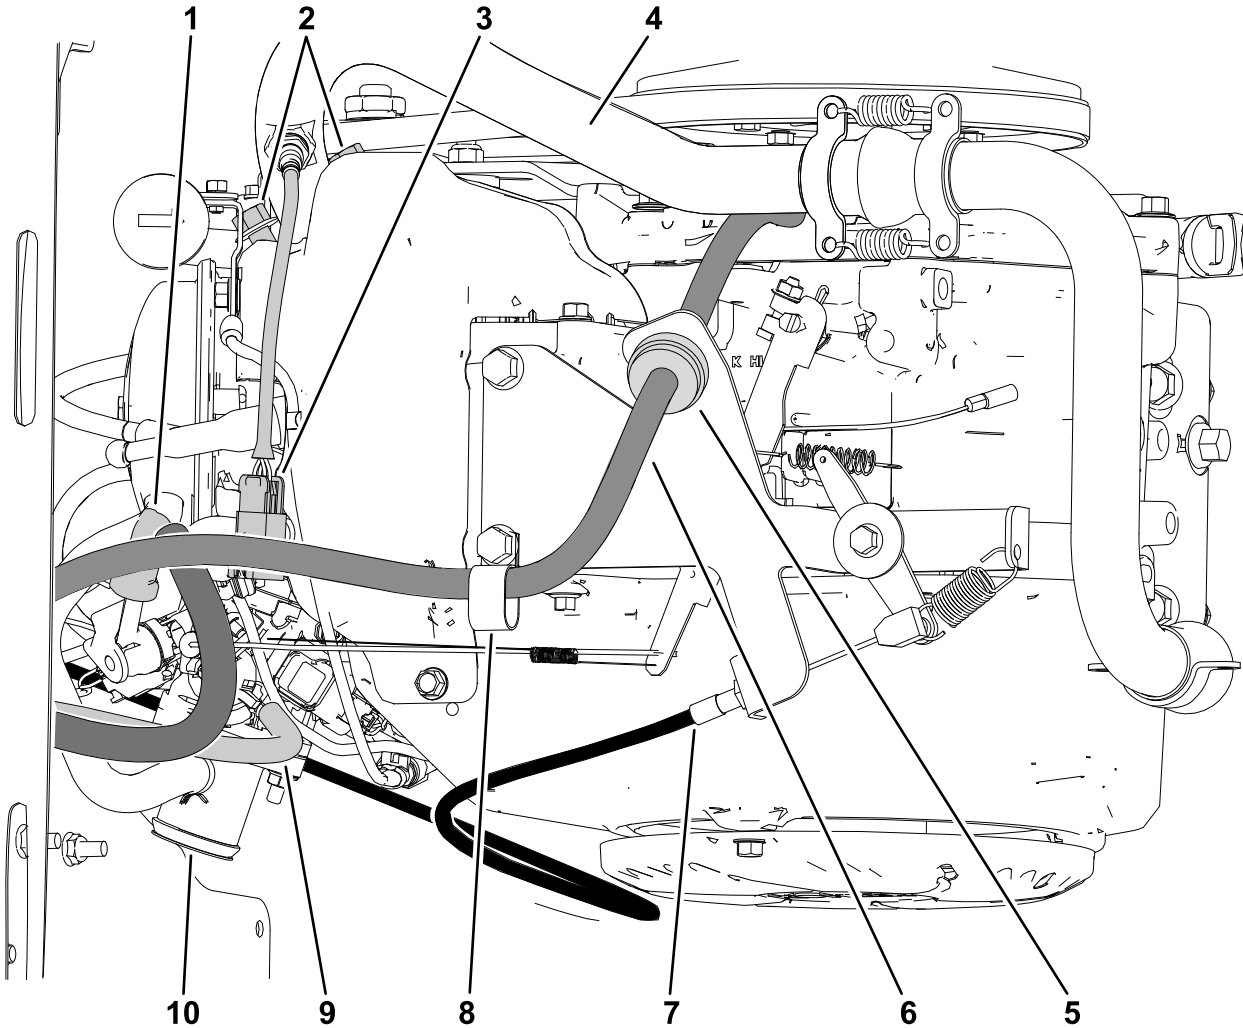

Figure 3
1. Détachez le câble d'accélérateur du moteur de la rotule sur le levier d'accélérateur, et retirez le câble du support d'accélérateur (Figure 3).
2. Desserrez le collier qui fixe le flexible d'admission d'air sur le moteur et le filtre à air. Retirez le flexible d'admission (Figure 3).
3. Débranchez la sonde à oxygène du faisceau de câblage du moteur (Figure 3).
4. Retirez les 2 boulons à embase qui fixent le collecteur d'échappement et le joint. Conservez les écrous et déposez l'ensemble d'échappement (Figure 3).
5. Débranchez les flexibles du moteur à injection électronique (Figure 3):